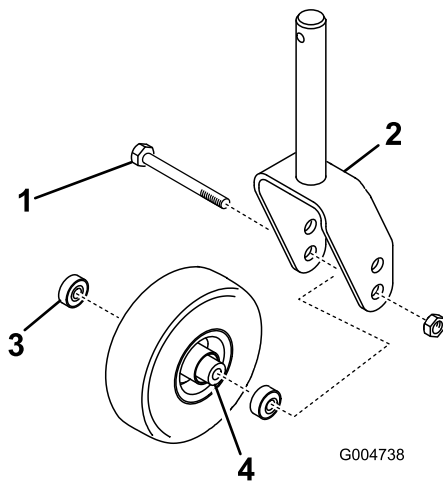
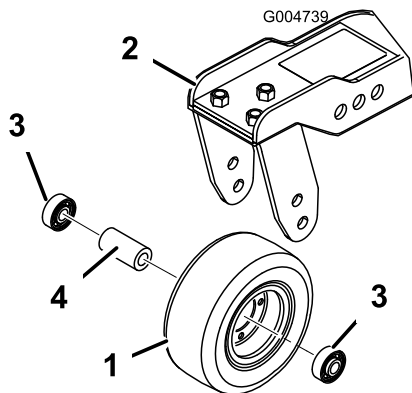

図 126
図 127
1. キャスタホイールアセンブリをキャスタフォークまたはキャストピボットアーム 図 126 に保持しているボルトからロックナットを外す 図 127。
- ホイールのハブからベアリングを外す。ベアリングスペーサが落ちてくる図 126 と 図 127。